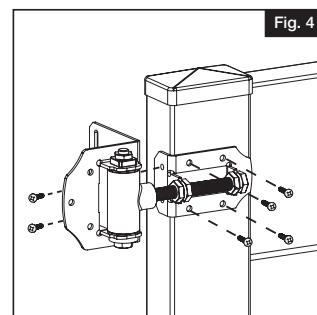

Fig. 4
- Instalar las dos bisagras en el portón con ayuda de (6) tornillos cuadrados/Phillips #2 por bisagra (cuatro en la parte delantera de la bisagra y dos en la parte lateral) (Fig. 4).